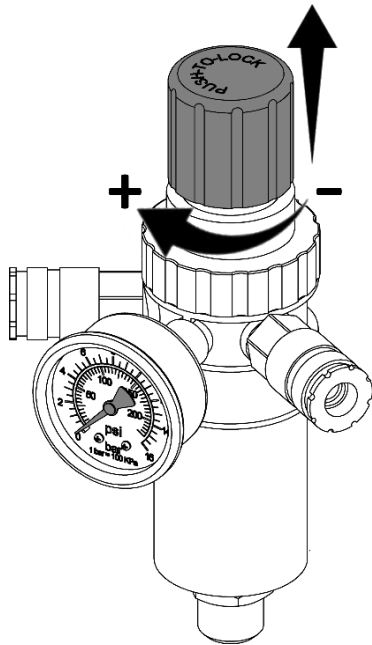

Рисунок 11
7.3.1 Настройка давления в подсоединенных пневматических инструментах регулятором давления (при его наличии) осуществляется следующим образом (см. рисунок 11):